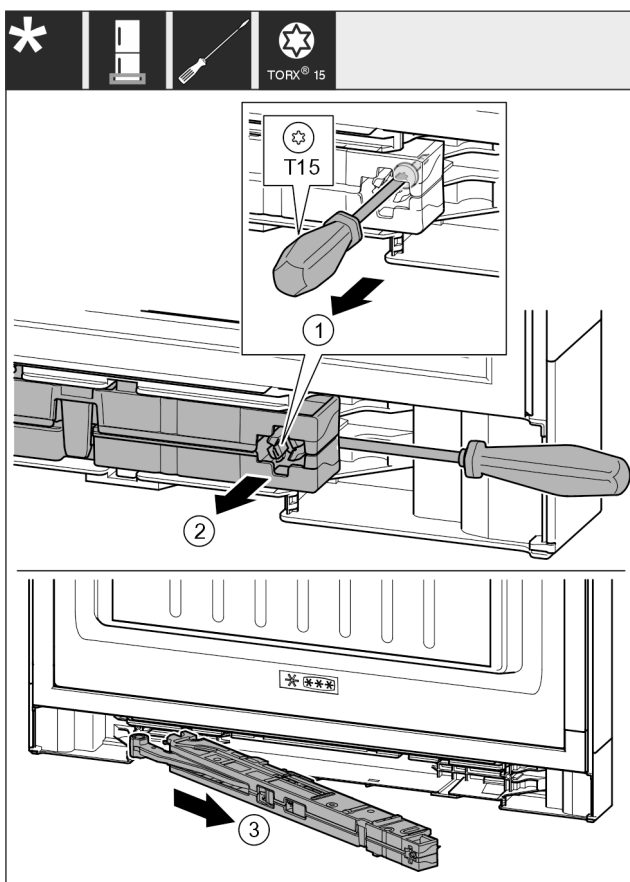

Fig. 17
- Schroef op de sluitdempereenheid met schroevendraaier T15 ca. 14 mm losdraaien. Fig. 17 (1)
- De schroevendraaier aan de kant van de greep achter de sluitdempereenheid aanbrengen. Eenheid naar voren draaien. Fig. 17 (2)
- Eenheid eruit trekken. Fig. 17 (3)